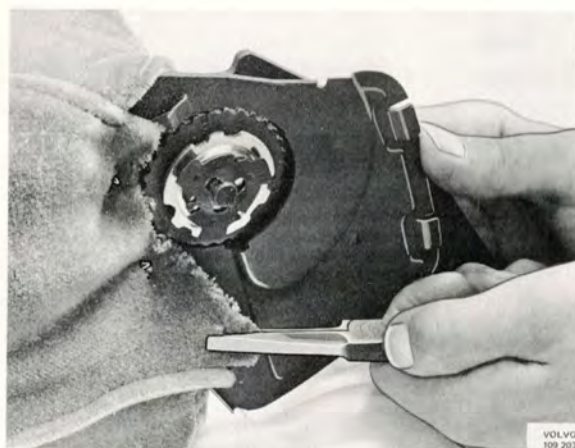

Bild 8-34. Montering av sidoklädsel
14. Böj ut plåtflikarna på fällbeslagen. Sträck och häkta fast sidoklädseln, bild 8-34, knacka där efter in plåtflikarna igen.